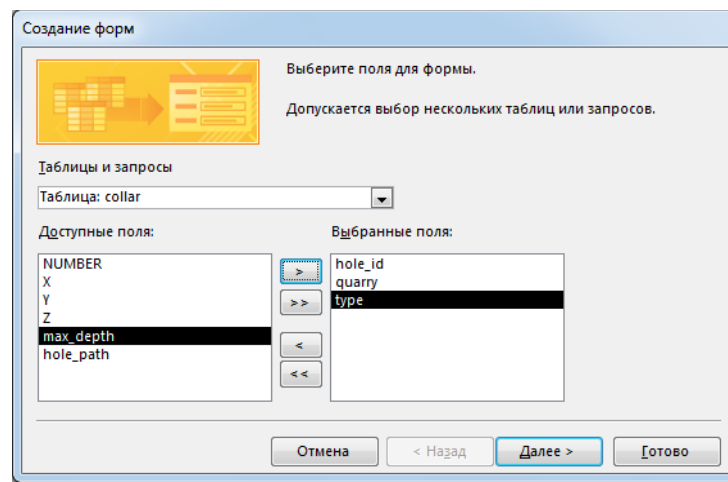

Рис. 19. Вибір полів для форми Зведені відомості про породу
3. Зі списку Таблицы и запросы вибрати таблицю opis (рис. 19).